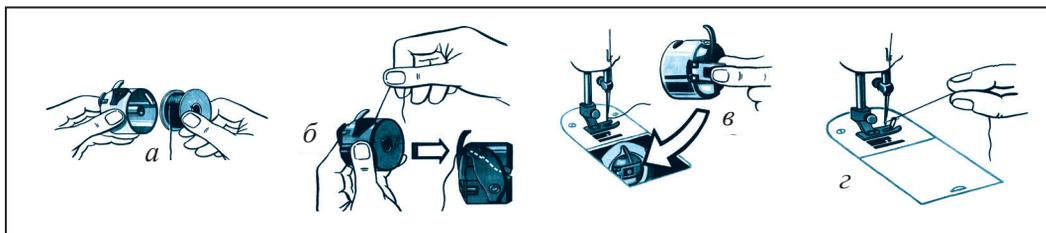

Рис.33. Заправка нижней нитки.
Заправка нижней нитки (рис.33).
1. Шпульку с намотанной ниткой устанавливают в шпульный колпачок, а затем в челночное устройство швейной машины (рис. 33, а).
2. Намотанную на шпульку нитку проводят между пружиной в шпульном колпачке швейной машины, выпускающей нитку, лишняя часть нитки составляет 10–15 см (рис.33, б).
3. Шпульный колпачок устанавливают в челночное устройство (рис.33, в).
4. Закрыв верхнюю выдвижную пластинку, нитку на челноке швейной машины выпускают из отверстия игольной пластинки (рис.33, г).